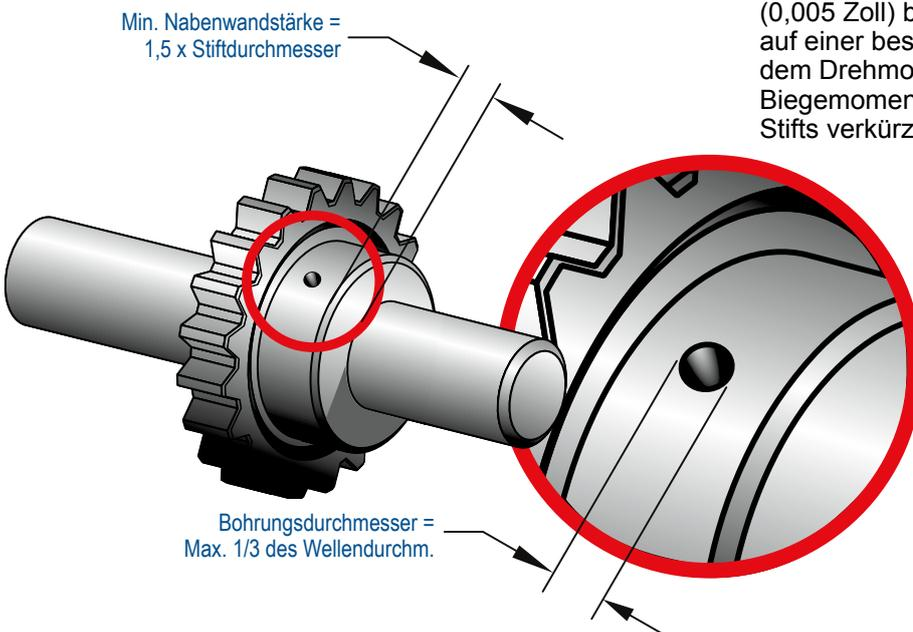

Abbildung 1
- Die Bohrung in einer Welle darf nicht größer als $\frac{1}{3}$ des Wellendurchmessers sein. Für Wellen aus Baustahl und NE-Werkstoffen werden Standard-Stifte empfohlen. Die zusätzliche Festigkeit eines schweren Stiftes ist nur dann von Vorteil, wenn die Bohrung weniger als $\frac{1}{4}$ des Wellendurchmessers beträgt oder die Welle gehärtet ist (*Abbildung 1*).
- Es wird empfohlen die Nabe mit einer Mindestwandstärke zu konzipieren, die dem 1,5 fachen des Stiftdurchmessers entspricht. Andernfalls stimmen die Festigkeit der Nabe und die Scherfestigkeit des Stifts nicht überein (*Abbildung 1*). Mit steigender Wandstärke der Nabe vergrößert sich auch der Materialbereich um den Stift.